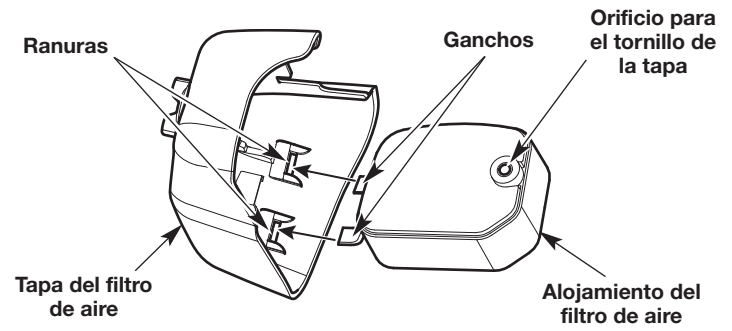

Fig. 22
7. Inserte los ganchos del alojamiento del filtro de aire dentro de las ranuras de la tapa del filtro de aire (Fig. 22).
8. Debe girar la tapa del filtro de aire hacia la derecha y alinear el tornillo de la cubierta con el orificio destinado a dicho tornillo (Fig. 22). Apriete el tornillo de la tapa para sujetar dicha tapa.